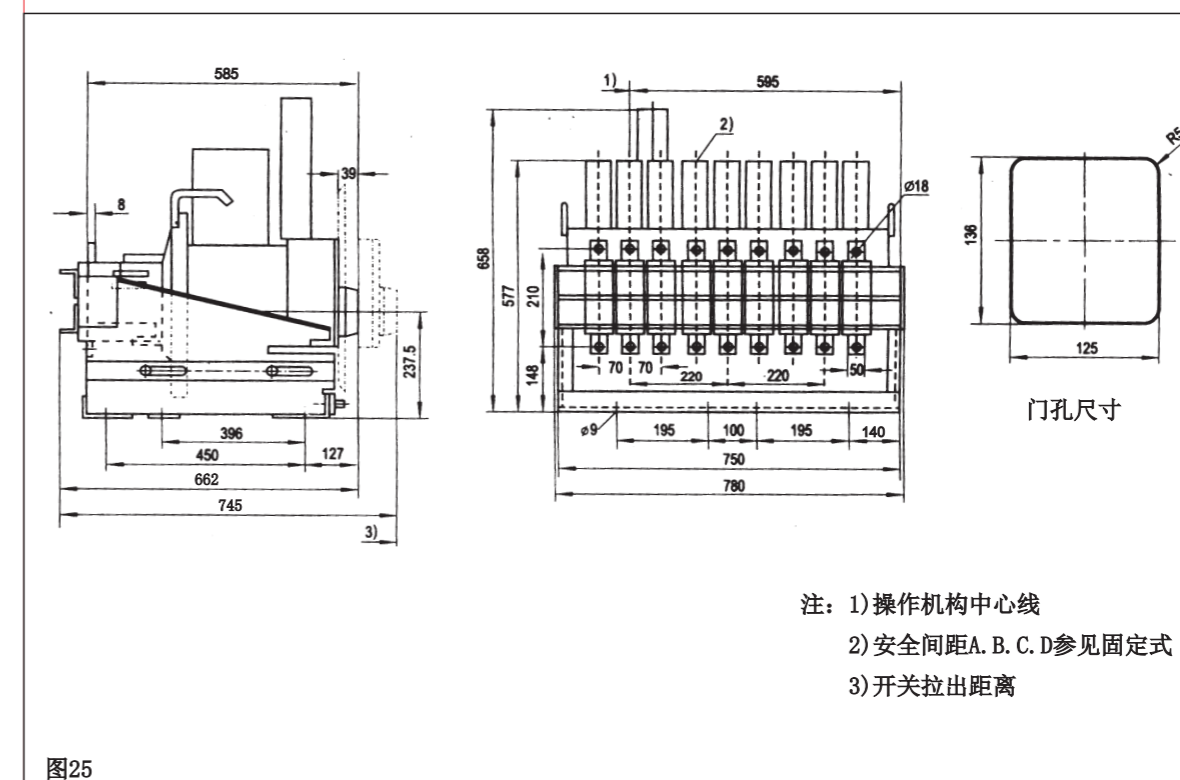

图25
7.2.8 DW17-3900 (3200A) 抽屉式断路器外形尺寸见图25